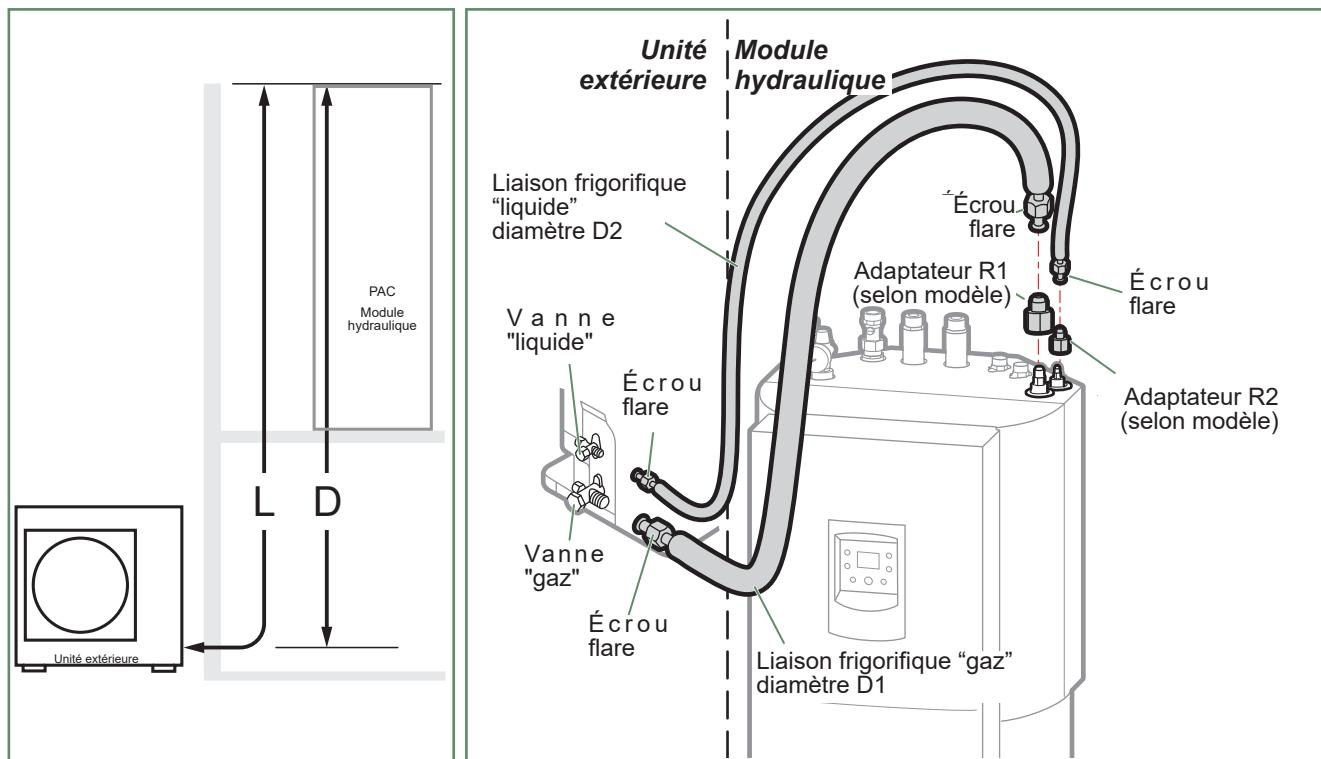

fig. 24 - Raccordement des liaisons frigorifiques (diamètres et longueurs permises)
- Suivant le cas, raccorder un adaptateur (réduction 3/8" - 1/4" ou 5/8" - 1/2") (voir fig. 24).